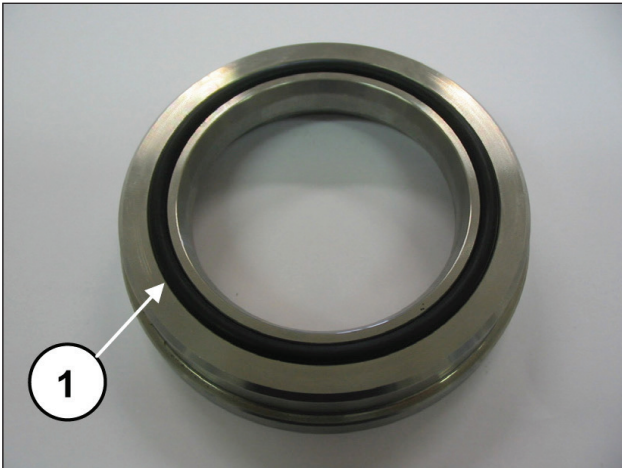

图173
现在将O形圈（部件号①, 图173）安装在护垫头环上，并将其定位在泵头的底座上。